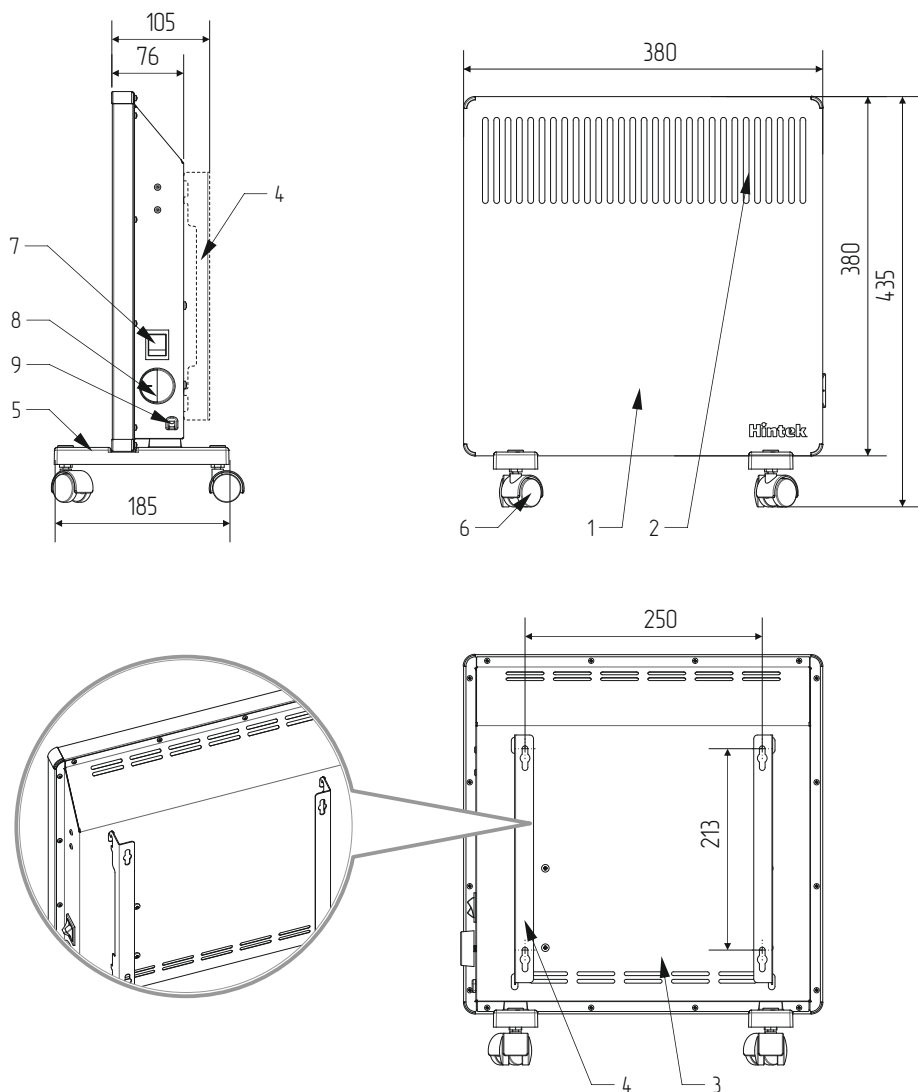

Рисунок 3.
- 6.3. Для настенного монтажа конвектора следует с помощью уровня и рулетки (линейки) разметить на стене отверстия. Межцентровое расстояние посадочных отверстий указано на чертеже (см. рис. 3, 4).
ОБРАТИТЕ ВНИМАНИЕ на правильное расположение кронштейнов (см. рис. 3, 6).